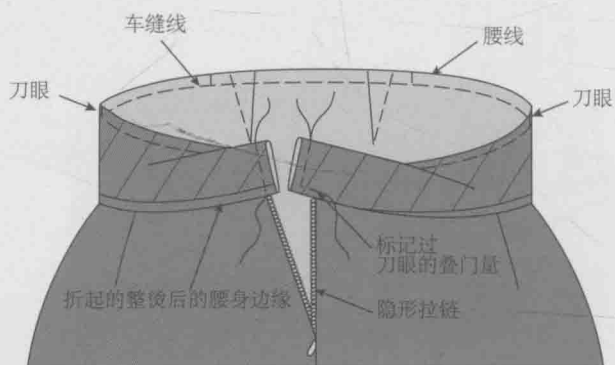

图1.3A 缝合沿长度
1. 将腰身正面与大身正面缝份沿腰线用珠针固定在一起(见图1.3A)。